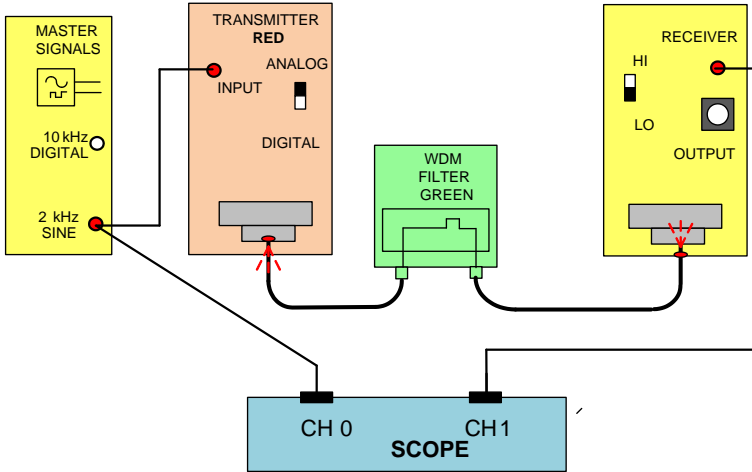

Рис.4. Схема соединений для измерения потерь светофильтра
17. Измените схему, как показано на рис. 4, заменив красный светофильтр зеленым.